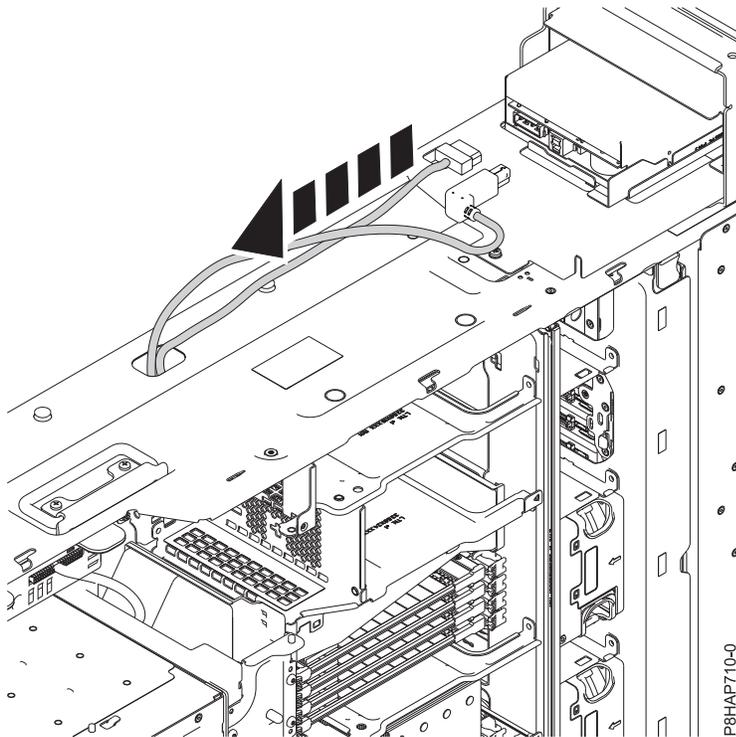

Abbildung 65. Abziehen des USB-Kabels und des Netzkabels von der Interne RDX-Andockstation (FC EUA3)
2. Ziehen Sie das Netzkabel von der Rückseite der Interne RDX-Andockstation (FC EUA3) ab. Siehe Abb. 65 auf Seite 83.